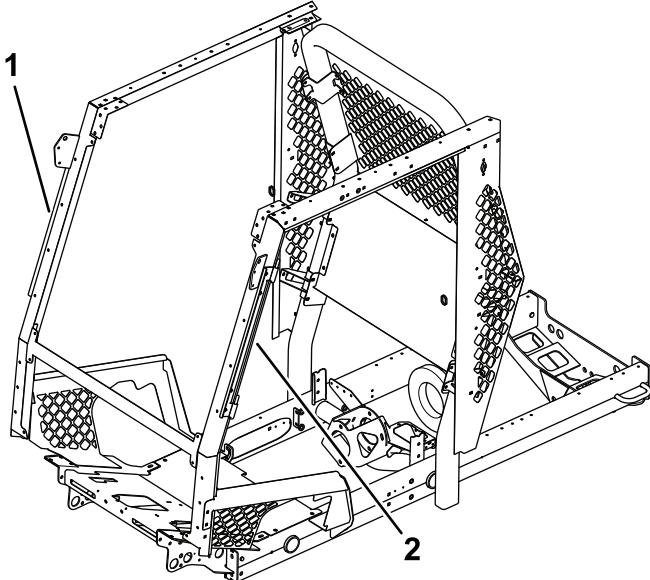

**Figura 3**
- Utilizzate le viti a testa tonda (3/8" x 7/8") e i dadi flangiati (3/8") e i bulloni in dotazione con il trattorino e il kit di prolunga ROPS a 2 montanti per montare il pannello inferiore sinistro e il pannello inferiore destro (Figura 3).
- Utilizzate 2 viti a testa tonda (1/4" x 3/4") e 2 dadi flangiati (1/4") su ciascun lato per fissare la parte inferiore del pannello inferiore sinistro e i pannelli inferiori destri (Figura 3).